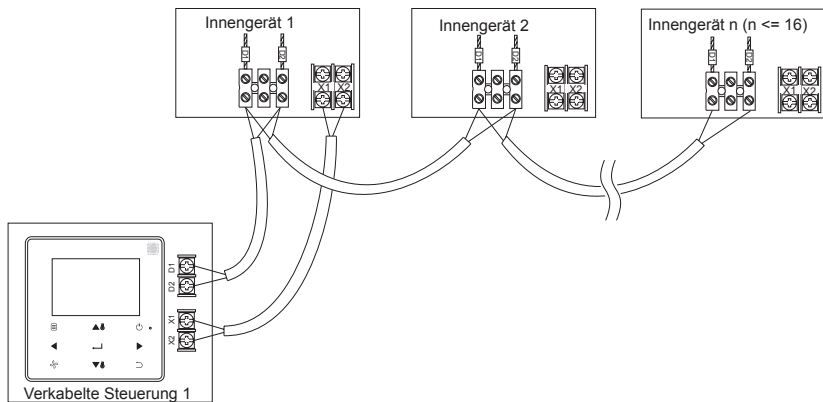
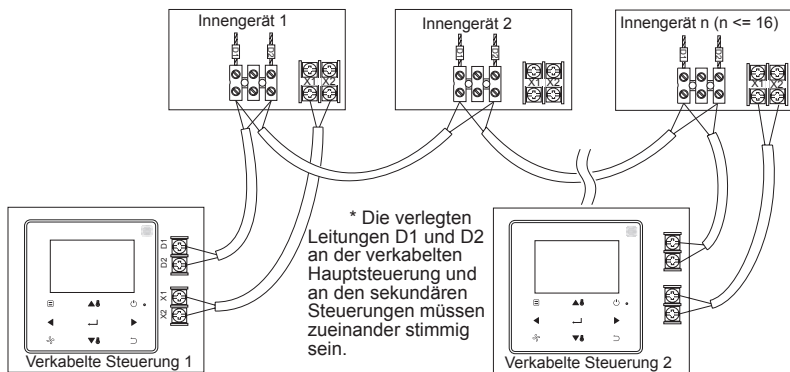

Abb. 10
Abb. 11
2.5.5 Bei Innengeräten der zweiten Generation kann/können eine oder zwei verkabelte Steuerung(en) mehrere Innengeräte regeln (maximal 16). In diesem Fall müssen Sie die verkabelte Steuerung und die Innengeräte gleichzeitig an X1, X2, D1 und D2 anschließen. Zwischen der verkabelten Steuerung einerseits und den Innengeräte-Anschlüssen X1 und X2 oder auch D1 und D2 andererseits liegt keine Polung vor. Die verlegten Leitungen D1 und D2 an der verkabelten Hauptsteuerung und an den sekundären Steuerungen müssen zueinander stimmig sein; siehe Abb. 10 und Abb. 11.